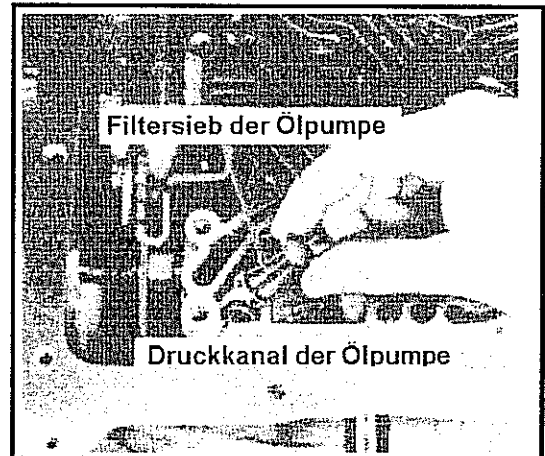

Abb. 10-149 Einsetzen des Filtersiebs an der Druckseite der Pumpe
- Das Filtersieb der Druckseite der Getriebeölpumpe im Getriebegehäuse einsetzen. Die offene Seite des Siebs muß zum Gehäuse zeigen. Das Filtersieb vor Montage gründlich reinigen. Siehe Abb. 10-149.